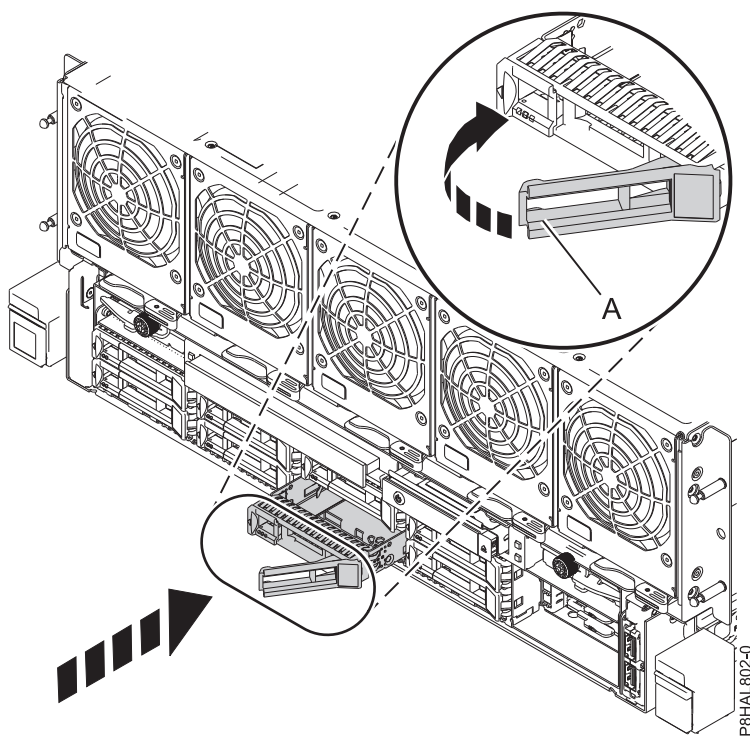

Figura 19. Substitució d'una unitat de disc d'un sistema 8408-44E o 8408-E8E
5. Feu lliscar la unitat fins que quedi al fons del sistema i empenyeu la nansa del compartiment d'unitats **(A)** fins que quedi bloquejada, tal com es mostra a Figura 19.